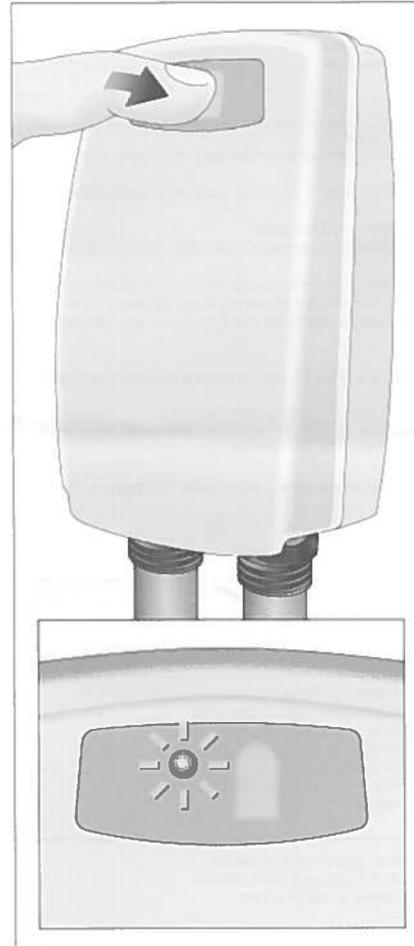

fig.9
- Enfoncer durant environ 5 secondes la touche d'apprentissage (voir fig.9). Le voyant rouge s'allume pour indiquer que le récepteur est placé en mode apprentissage.
- Enfoncer durant environ 5 secondes l'état d'apprentissage (voir fig.9). Le voyant vert s'allume pour indiquer que le récepteur n'est pas placé en mode apprentissage.